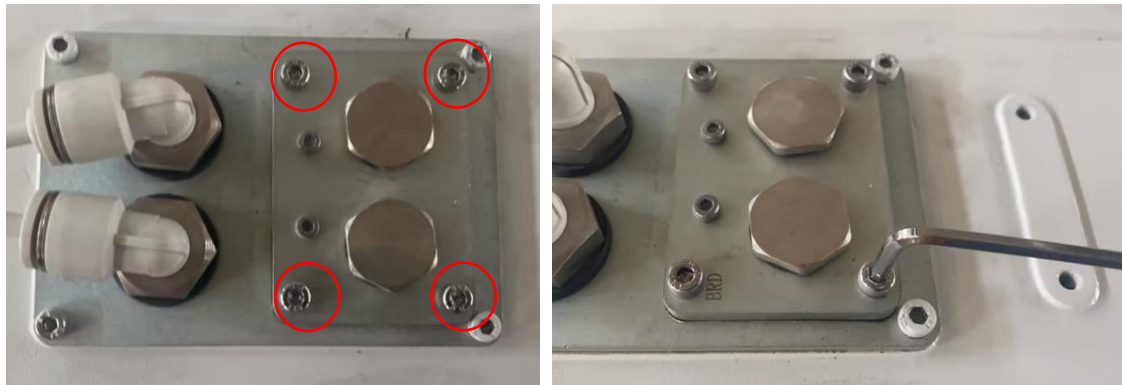

图 3-11 I/O 顶盖螺钉拆卸示意图
1) 拆除图 3-11 所示螺钉（4-M4x8），使用工具：M4 内六角扳手。